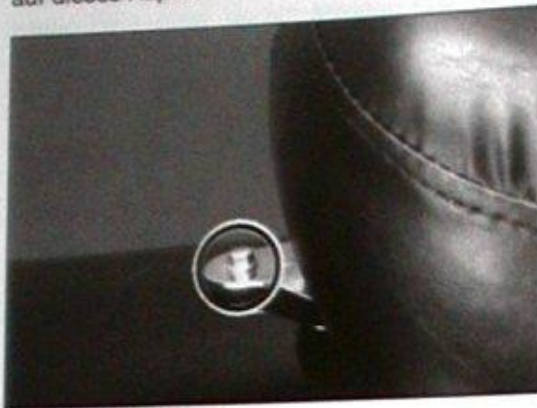

Bild 8
- Ab Baujahr 1996: Befestigungsschraube ausdrehen (Bild 8), Sitzbank nach hinten ziehen und abnehmen.